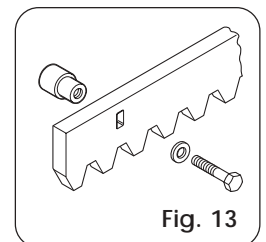

Fig. 13
4.4.1. CREMAGLIERA DI ACCIAIO A SALDARE (Fig. 13)